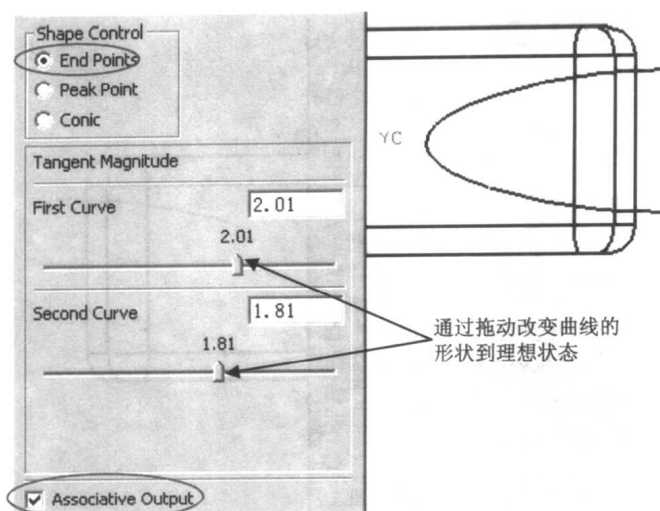

图 1-14 桥接曲线
(4) 利用 Curves→Bridge Curve 生成桥接曲线, 如图 1-14 所示。